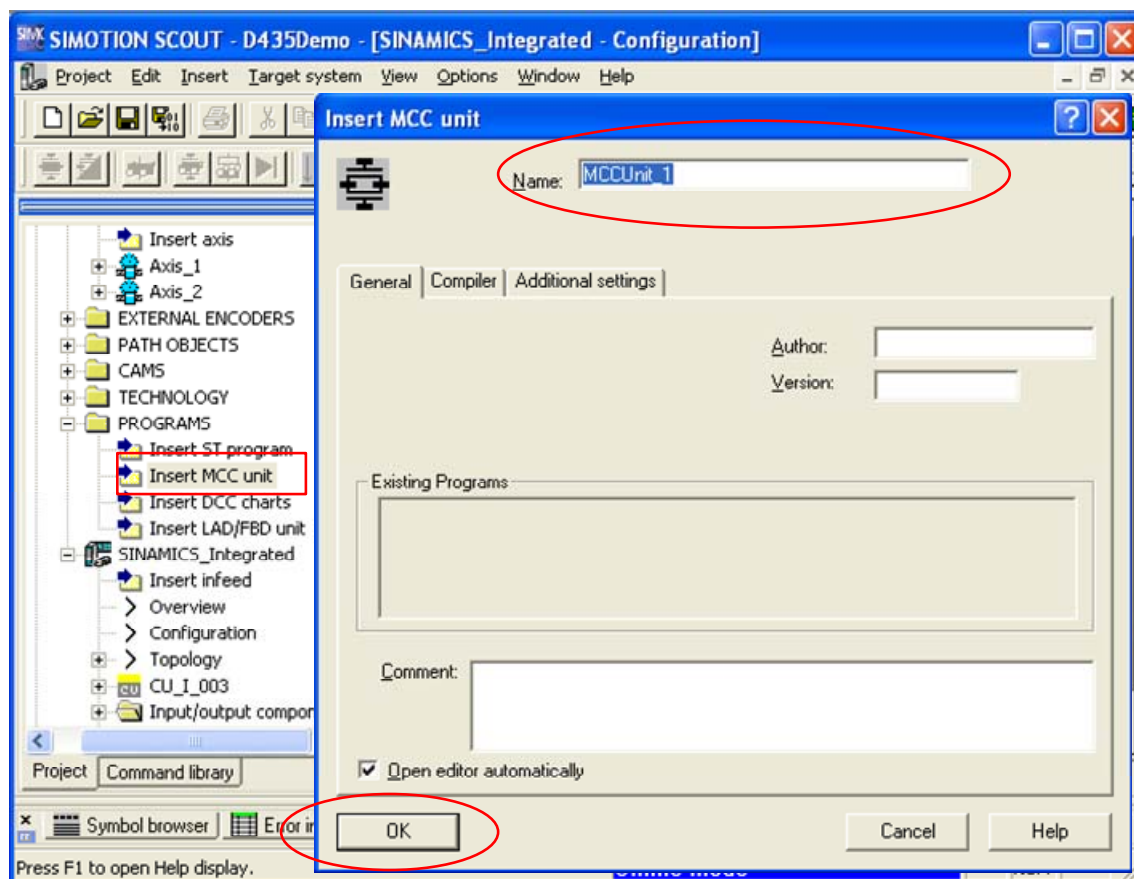

图 2.25 插入 MCCUnit_1
(1) 在项目导航栏中双击 PROGRAMS 下的“Insert MCC unit”，如图 2.25 所示。在弹出的界面中可以自定义该 unit 的名称，之后点击 OK 确认。